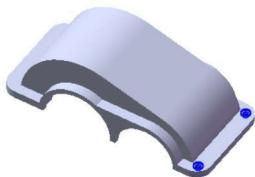
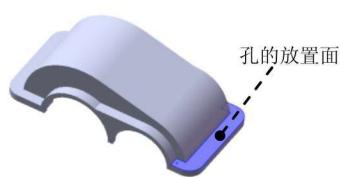

图 1.14 孔 1
图 1.15 定义孔的放置面
Step9. 创建图 1.14 所示的孔。
(1) 定义孔的参数。在 **实体** 区域中单击 按钮，单击 按钮，系统弹出“孔选项”对话框，在该对话框中选择“沉头孔”选项 ，在“标称直径” **10 mm** 下拉列表中选择 9，在“沉头直径” **15.00 mm** 下拉列表中输入值 18，在“沉头深度” **9.00 mm** 下拉列表中输入值 3，选中 **螺纹 (R)** 复选框，并在其下拉列表中选择 **M8** 选项，在 **子类型:** 下拉列表中选择 **标准螺纹** 选项，选中 **至孔全长 (X)** 单选项，在 **孔范围:** 区域选择延伸类型为 ，单击 **确定** 按钮。完成孔参数的设置。
(2) 定义孔的放置面。选取图 1.15 所示的表面为孔的放置面，在模型表面单击完成孔的放置。